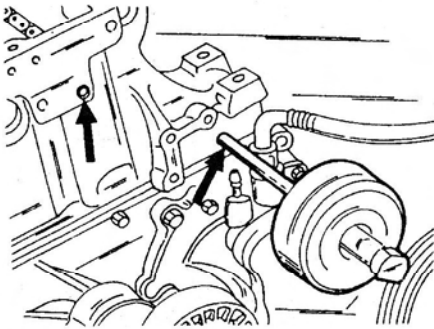

Рис. 72. Снятие опорных штифтов из головки цилиндров в местах, указанных стрелками.
- Снять натяжитель цепи (раздел 2.11.1). Вытащить оба опорных штифта планки успокоителя с помощью раскочного молота и резьбовой вставки (см. рисунок 72) и снять верхнюю планку успокоителя. Если нет раскочного молота, как это чаще всего случается, надеть на штифт большую шайбу и на нее сверху втулку. Ввернуть длинный болт М6 с большой прокладочной шайбой (шайба должна давить на втулку) и затягивать болт. Как только втулка прижмется, начнет выходить штифт.